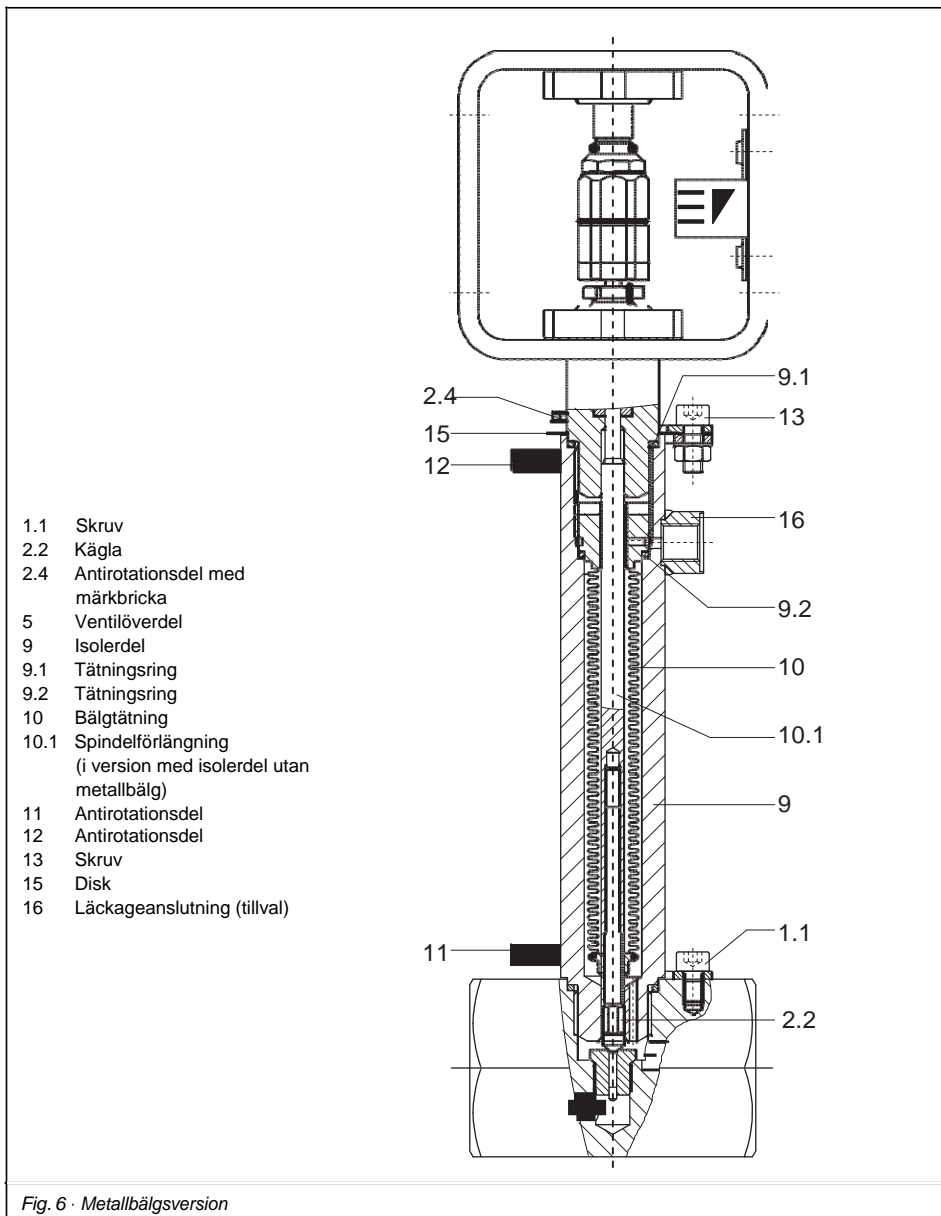

Fig. 6 · Metallbälgsversion
2. Lossa packboxmutter (5.2). Ta bort ställdon (8) samt ok (6) från ventilen, vrid mutter (5.2) så den pekar mot mätskala (6.1).
3. Ta bort muttrar (3) och hylsa (7.2) från spindel.
4. Ta bort skruv (1.1) och anti-rotationsdel (2.4). Skruva loss oket (5) från ventilhuset..
5. Lossa den gängade bussningen (5.1). Drag spindel och kägla (2.2) ut ur ventilhuset (5).
**För ventiler med metallbälg eller isolerdel**, dela vid (9). Käglans förlängning (10.1, Fig. 6) blir kvar i den förlängda delen.
6. Ta bort brickor (4.1) och packning (4) med lämpligt verktyg. Skada inte tätningsytorna. Rengör ytorna.